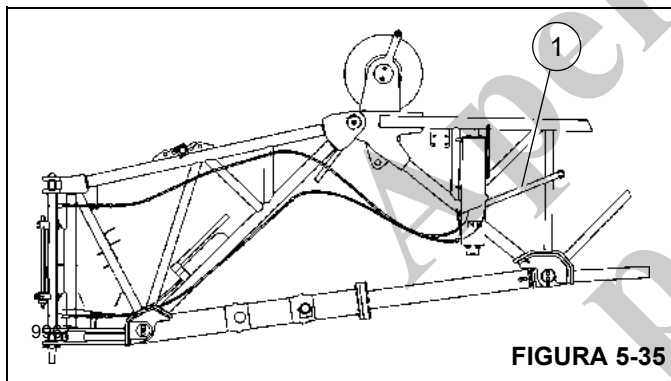

FIGURA 5-35
- Se necessário, levante a alavanca do pino de montagem dianteiro (1, Figura 5-35) para desbloquear os pinos de instalação da extensão da lança.